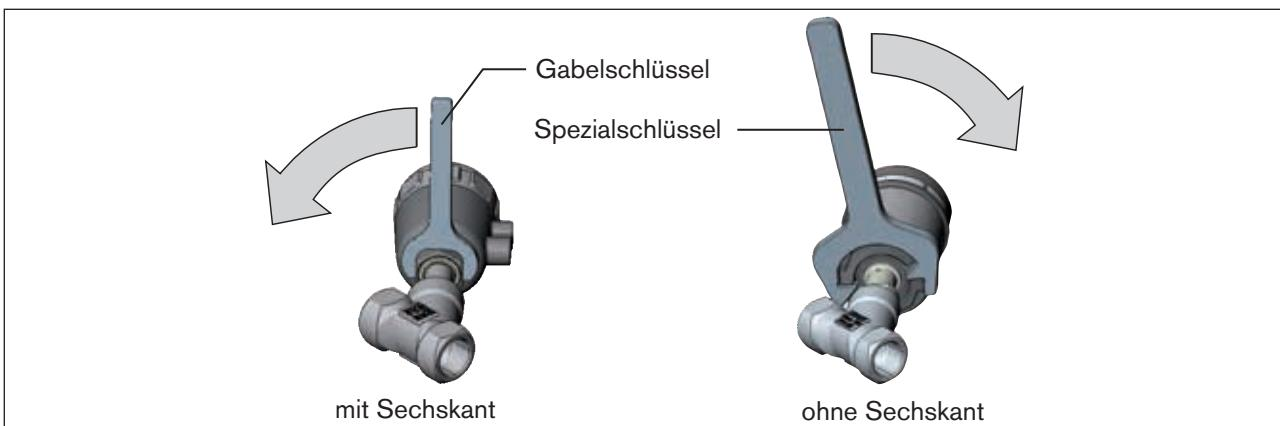

Bild 17: Drehen mit Spezialschlüssel / Gabelschlüssel
- Das Antriebsmodul **nur im vorgegebenen Richtungssinn** drehen (siehe „Bild 17“) !